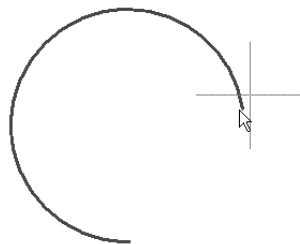

图 3-32 确定圆弧起始点
3) 光标自动移动到圆弧的起始角处，移动鼠标可以改变圆弧的起始点。单击鼠标左键确定圆弧的起始点，如图 3-32 所示。